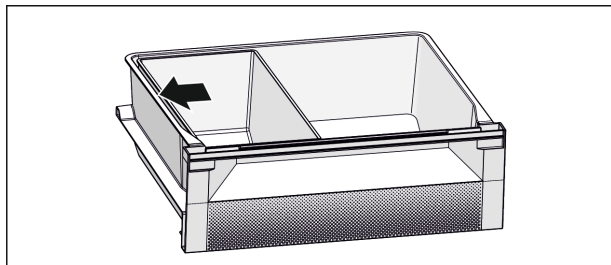

Fig. 7
- Pro optimální funkci chlazení: Umístěte misku Fish & Seafood podle obrázku (viz Fig. 7).